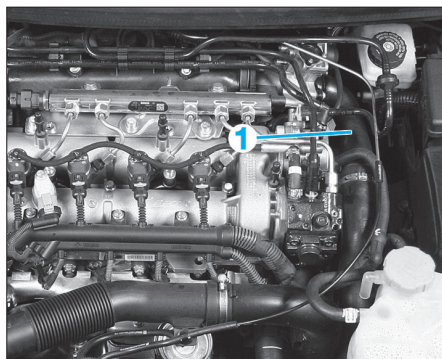

Fig. 25
- Moteur Z 13 DTH, déposer la durit d'air de suralimentation (1) (Fig.25).